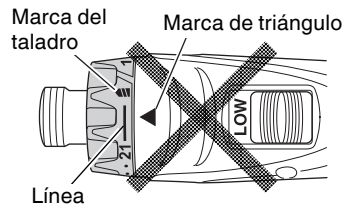

Fig. 10
- Evite usar la unidad con el número del dial del embrague entre "21" y la línea provista en el medio de la marca del taladro "△△△". Si lo hiciese, se podrían producir daños (Consulte la Fig. 10).